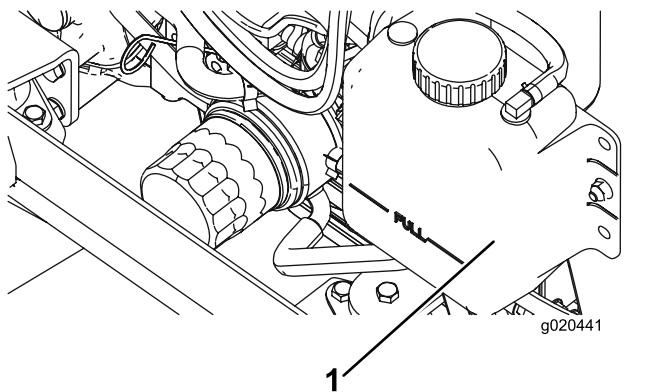

Figura 96
1. Retire cuidadosamente a tampa do radiador e a tampa do depósito de expansão (Figura 96).